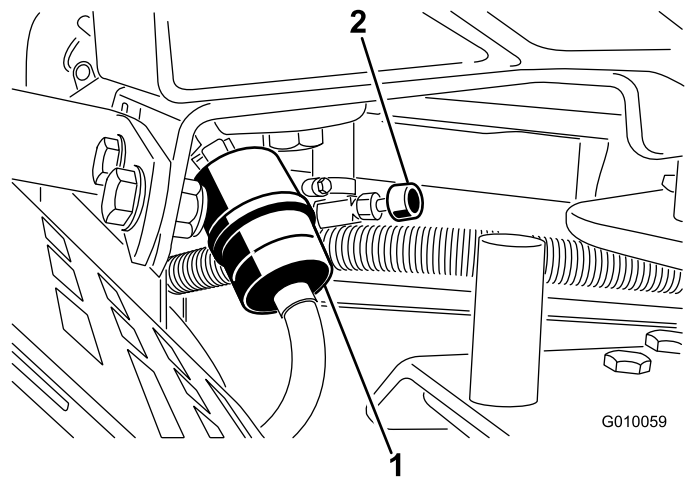

Figura 49
2. Chiudete la valvola di intercettazione del carburante (Figura 49).
3. Premete le estremità delle fascette stringitubo ed allontanatele dal filtro (Figura 49).
5. Montate un nuovo filtro ed avvicinate le fascette stringitubo al filtro (Figura 49).
7. Aprite la valvola di intercettazione del carburante (Figura 49).
3. Allentate la fascetta stringitubo e spostatela in alto sul tubo del carburante, lontano dal filtro del carburante (Figura 49).
4. Estraete il tubo del carburante dal relativo filtro (Figura 49). Aprite la valvola di intercettazione del carburante e lasciate spurgare il carburante in una tanica o una bacinella di spurgo.
5. Collegate il tubo del carburante al filtro del carburante. Infilate la fascetta vicino al filtro del carburante, per fissare il tubo del carburante (Figura 49).